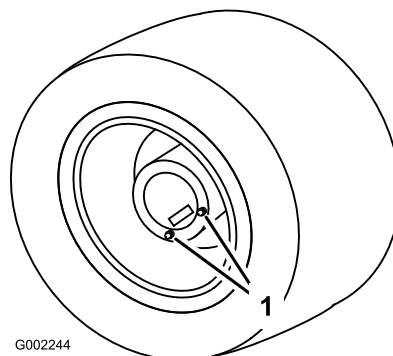

Bild 46
1. Stellen Sie das Sprühfahrzeug auf eine ebene Fläche. Die Hinterräder sollten für das Ablassen positioniert sein (siehe Bild 46).
3. Stellen Sie eine Wanne unter die Ablassschrauben und nehmen Sie sie vom Rad ab (Bild 46).